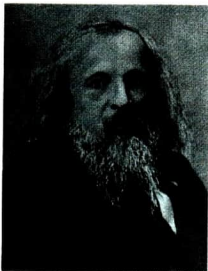
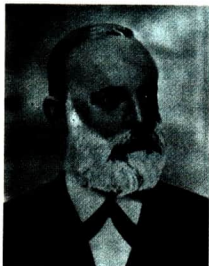

Abb. 42
Abb. 43
**Entwicklung des Periodensystems der Elemente.** In der Mitte des 19. Jahrhunderts waren über 60 Elemente bekannt. Viele Chemiker versuchten, diese Elemente systematisch zu ordnen. In den Jahren 1869 bis 1870 entwickelten *Dmitri Iwanowitsch Mendelejew* (Abb. 42) und *Lothar Meyer* (Abb. 43) unabhängig voneinander einen Vorschlag für eine systematische Anordnung der Elemente in einer Tabelle, das **Periodensystem der Elemente**. Die danach entdeckten Elemente konnten in das Periodensystem eingeordnet werden. Heute ist das Periodensystem der Elemente mit seinen über 100 bekannten Elementen ein wichtiges Arbeitsmittel für die Chemiker.